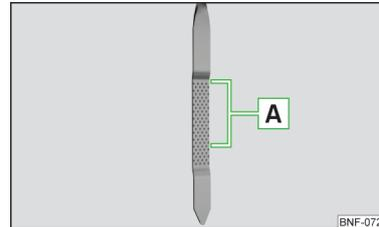

Fig. 141
El nivel de aceite tiene que situarse en la zona **A** » fig. 141. Si el nivel de aceite se encuentra por debajo de la zona **A** se debe rellenar aceite.
- El nivel de aceite no debe estar nunca fuera de la zona **A** » fig. 141. ¡De lo contrario existe riesgo de daños del motor, así como en el sistema de gases de escape!